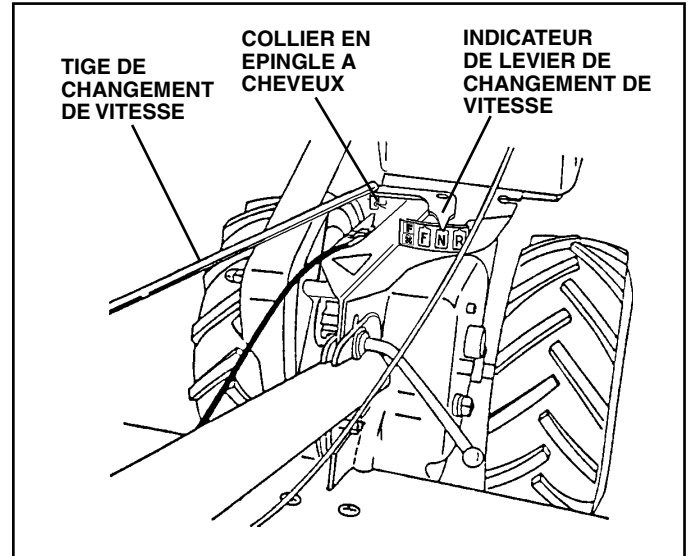

FIG. 7
RACCORDER LA TIGE DE CHANGEMENT DE VITESSE (Voir la fig. 7)
- Assurez-vous que l'indicateur de levier de changement de vitesse est en position point mort ("N") (Voir la fig.7).